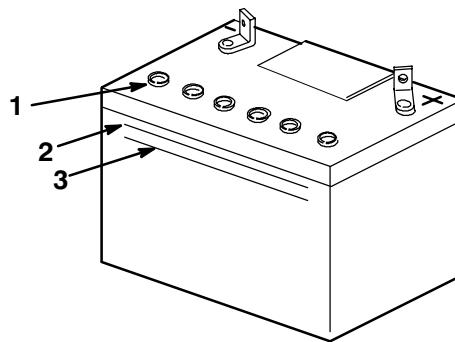

Figure 38
2. Observez le côté de la batterie. Le niveau de l'électrolyte doit atteindre le trait supérieur (Fig. 38). Ne laissez pas l'électrolyte descendre en dessous du trait inférieur (Fig. 38).
3. Enlevez les bouchons d'aération de la batterie (Fig. 38).
4. Versez lentement de l'eau distillée dans chaque élément jusqu'au trait supérieur (Fig. 38) sur le côté de la batterie.
5. Attendez cinq à dix minutes après avoir rempli les éléments. Ajoutez de l'eau distillée au besoin, pour amener le niveau au repère supérieur (Fig. 38) sur le côté de la batterie.